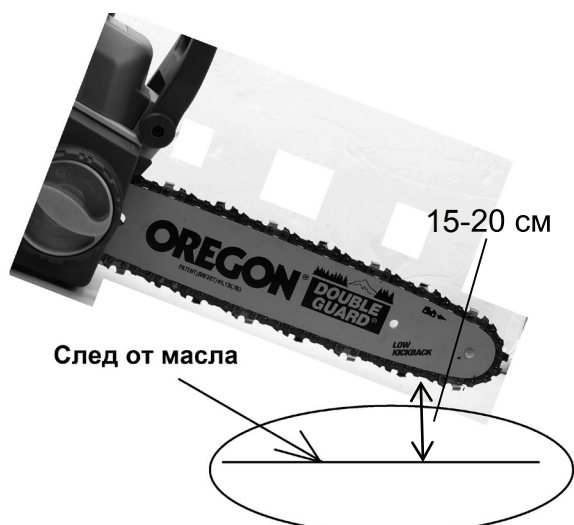

Рис.5
2. Нажмите на рычаг включения и дайте двигателю поработать примерно 10-15 секунд. Под шиной должен остаться четкий след от масла (Рис.5).